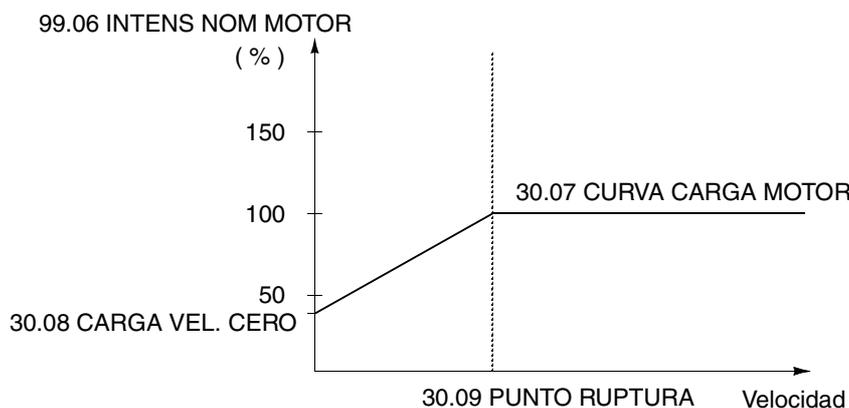

Figura 6-19 Curva de carga del motor.
- El calentamiento del motor se calcula tomando una curva de carga (Figura 6-19). El motor se calentará por encima de la temperatura nominal si funciona en la zona por encima de la curva, y se enfriará si funciona por debajo de la curva. La velocidad de calentamiento y refrigeración se establece mediante TIEMPO TERM MOTOR.
El tiempo en que la temperatura del motor alcanza el 63% del incremento final de temperatura. La Figura 6-19 muestra la definición del tiempo térmico del motor. Si se selecciona el modo DTC para la protección térmica del motor, el tiempo térmico del motor puede tomarse de este parámetro. Este parámetro sólo puede ajustarse si el parámetro 30.05 MODO PROT TERM MOT se ha establecido en MODO USUARIO.
Este parámetro define el punto en que la curva de carga del motor empieza a descender desde el valor máximo fijado por el parámetro 30.07 CURVA CARGA MOTOR hasta el parámetro 30.08 CARGA VELOC CERO. La Figura 6-19 muestra un ejemplo de curva de carga del motor.